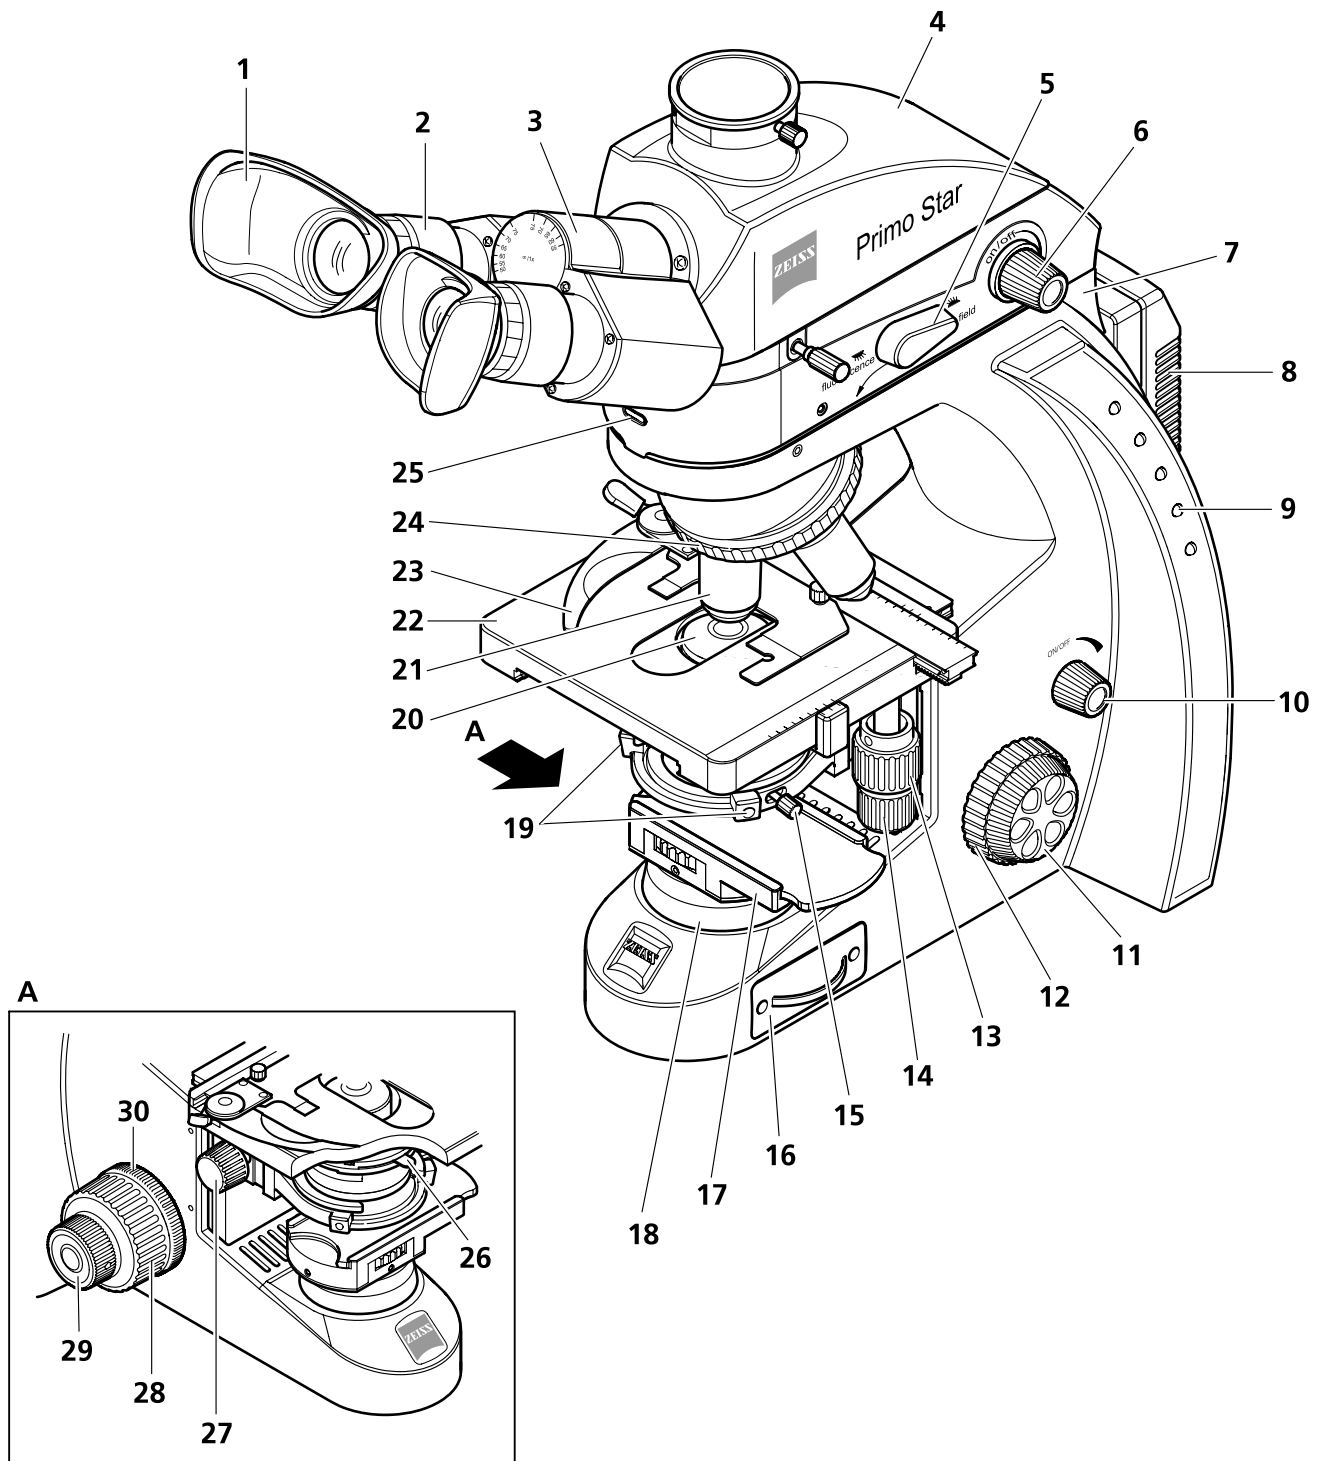

Bild 17 Bedienelemente Primo Star iLED
- Umschalter für Durchlicht / Auflicht (Bild 17/5) nach oben in Position Durchlicht (**Brightfield**) drehen.
- Mit Drehknopf (Bild 17/10) die Durchlichtbeleuchtung einschalten und auf gewünschte Beleuchtungsintensität einstellen.
Die gewählte Einstellung für die Beleuchtungsintensität im Durchlicht wird über die beidseitig am Stativ angebrachten, blauen Leuchtdioden (Bild 17/9) in fünf Stufen angezeigt.
- Umschalter für Durchlicht / Auflicht (Bild 17/5) nach oben in Position Auflicht (**Fluorescence**) drehen.
- Mit Drehknopf (Bild 17/6) die Auflichtbeleuchtung einschalten und auf gewünschte Beleuchtungsintensität einstellen.
Bei eingeschalteter Auflichtbeleuchtung leuchtet die Kontrollanzeige (Bild 17/25) vorn an der Auflichtbeleuchtung. Die Helligkeit der Kontrollanzeige entspricht dabei der eingestellten Beleuchtungsintensität.
**Legende zu Bild 17:**